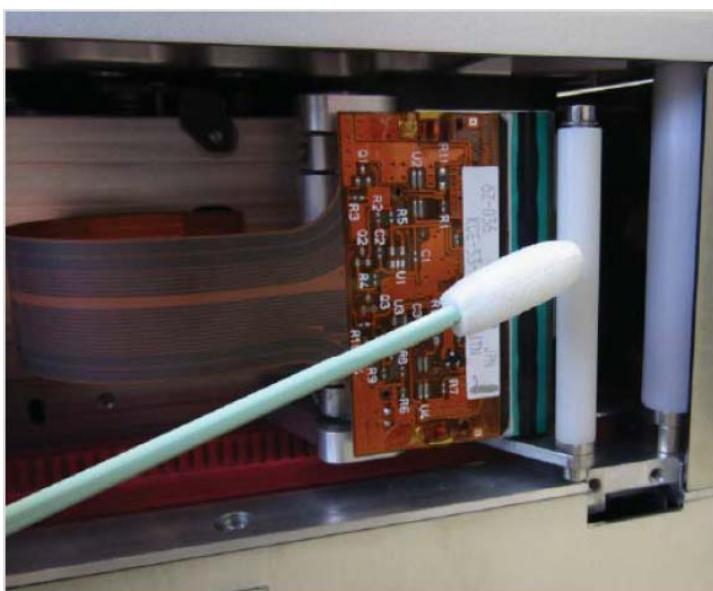

Рисунок 7-1: Очистка печатающей головки
4. Осторожно очистите линию точек печатающей головки (Рисунок 7-1), белые кассетные ролики и очищающий ролик при помощи гигиенических палочек с ватными наконечниками, которые входят в комплект поставки принтера. Набор для чистки Videojet содержит одобренные производителем влажные салфетки или ватные палочки.